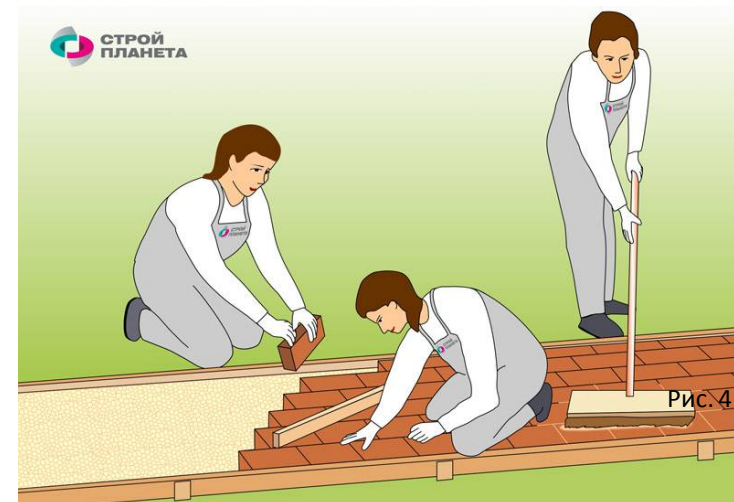

Рис. 4
8. Щели между плитками заполните просеянным песком или сухой смесью. Проще всего это сделать следующим образом: высыпьте песок на тротуар и с помощью щетки передвигайте его по всей поверхности. **(Рис. 4)**